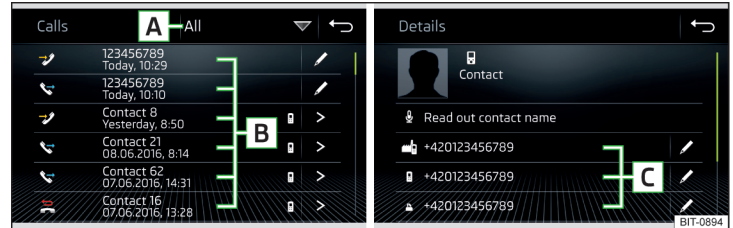

Fig. 201 Liste d'appels / Détails du contact
- ▶ Dans le menu principal *Téléphone*, appuyez sur la touche de fonction. ☞ , la liste des appels s'affiche » fig. 201.
- > Affichage des détails du contact » **fig. 201**